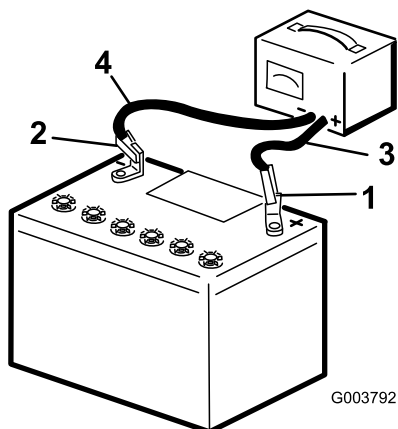

図 81
3. バッテリーのプラス端子にプラスケーブルを接続する 図 81。
4. バッテリーのマイナス端子にマイナスケーブルを接続する 図 81。
6. 充電が終わったら、充電器のプラグをコンセントから抜いてから、充電用のリード線をバッテリー端子から外す 図 81。